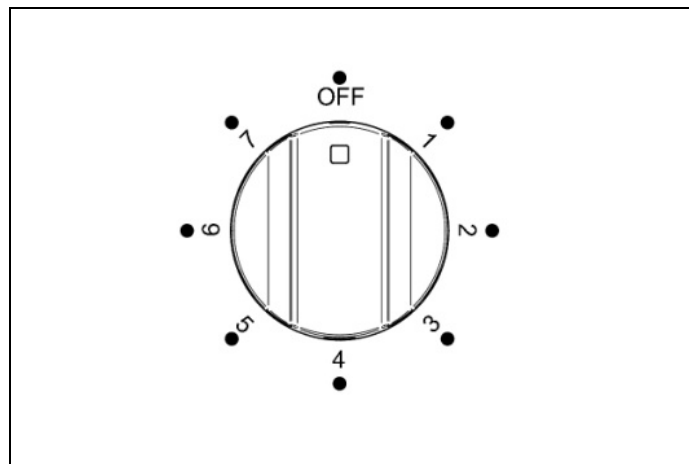
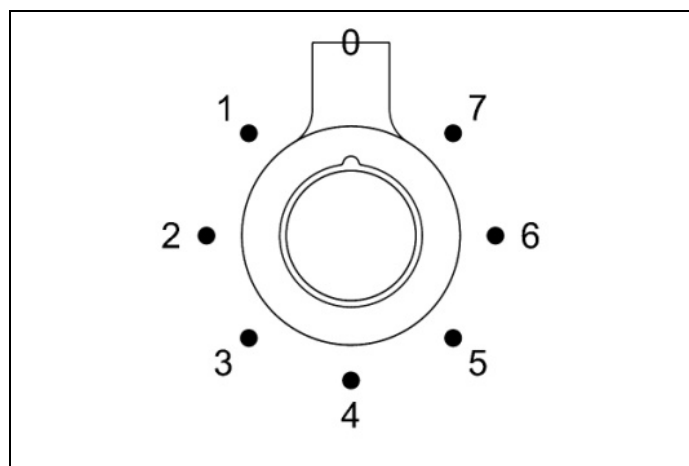

Fig. 13
Fig. 14
- 2) Tourner le bouton de commande du gril (Fig. 13 et Fig. 14) dans le sens des aiguilles d'une montre sur la position 7 pour obtenir la puissance maximale. Le voyant rouge du thermostat s'allume. Pour obtenir un résultat optimal, préchauffer le gril 3 à 5 minutes.